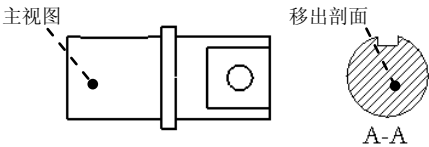
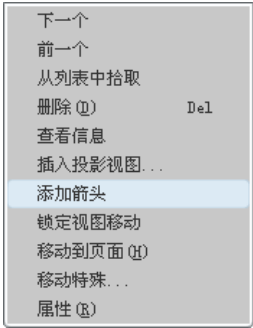

图 3.8.42 移出剖面
图 3.8.43 快捷菜单
Step5. 设置剖视图选项。在“绘图视图”对话框中，选取类别区域中的剖面选项；将剖面选项设置为 2D 剖面，然后单击 + 按钮；将模型边可见性设置为 区域；在名称下拉列表框中选取剖截面 A，在 剖切区域 下拉列表框中选取完全选项，最后单击对话框中的 确定 按钮，关闭对话框，完成移出剖面的添加，如图 3.8.42 所示。
(1)选择图 3.8.42 所示的断面图，然后右击，从图 3.8.43 所示的快捷菜单中选择 添加箭头 命令。